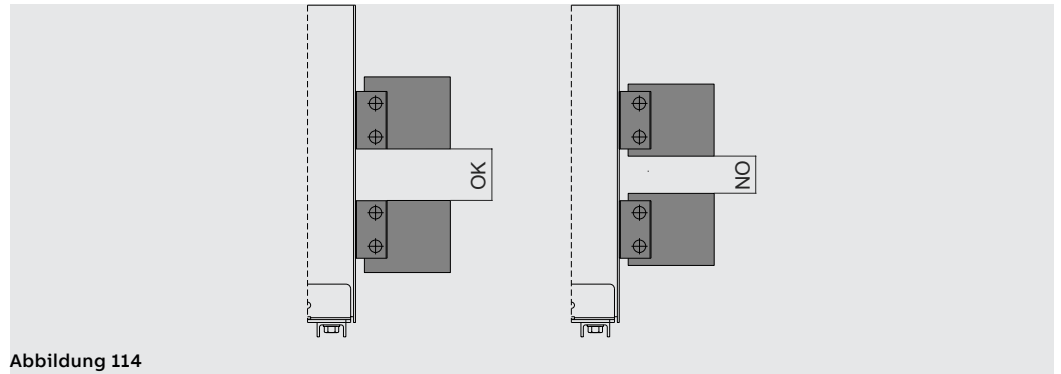

Abbildung 114
- Den größtmöglichen Abstand zwischen den Eingangsschienen und den Ausgangsschienen gewährleisten. Siehe das Beispiel Abbildung 114.